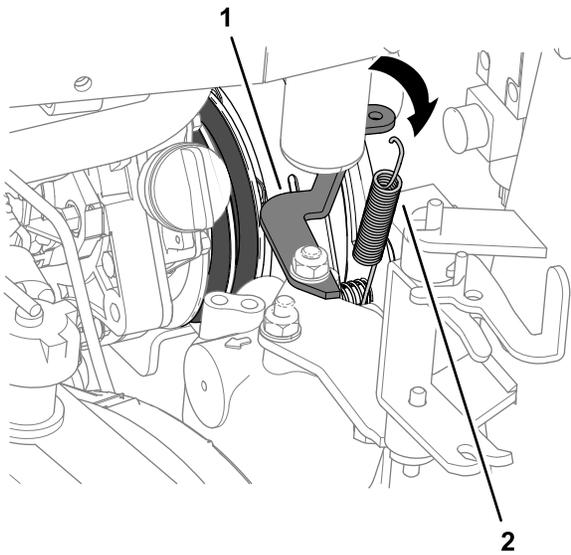

図 90
5. ラジエター側で、クラッチダンパースプリングをスプリングブラケットから外す 図 90。
4. 内側クラッチプレートのボルトとスプリングブラケットとの間に、クラッチダンパースプリングを取り付ける 図 90 PTO ベルトの取り外し \(ページ 63\)を参照。